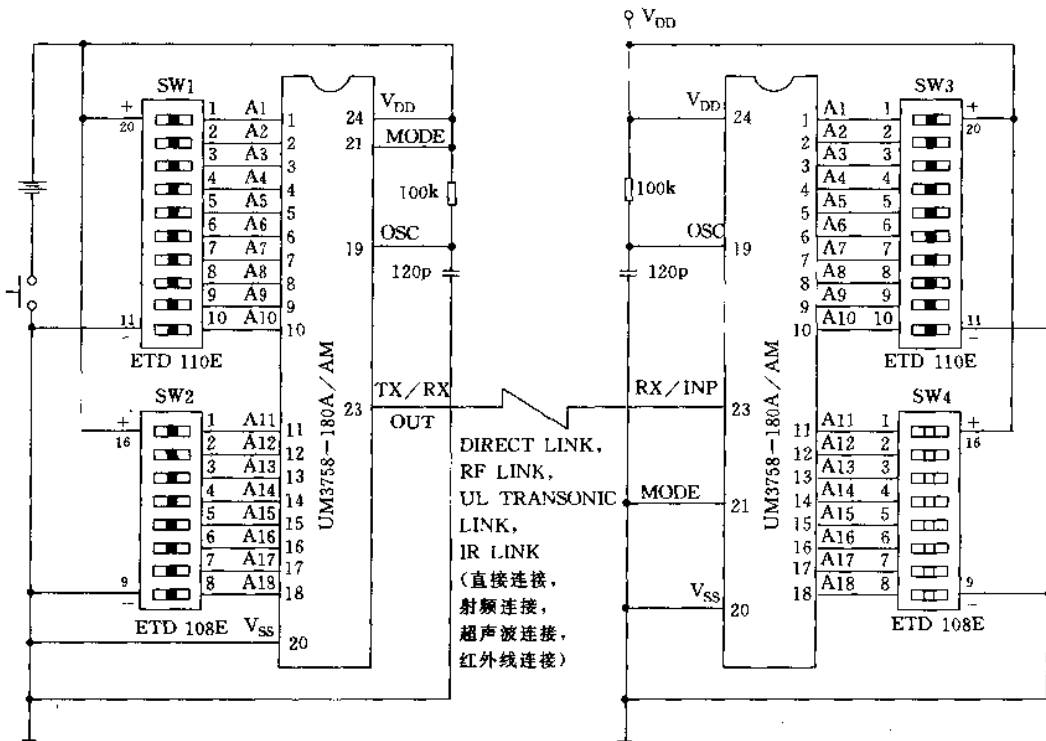

图 2-42
(5) UM3758 系列表如表 2-14, 应用举例如图 2-42 所示。